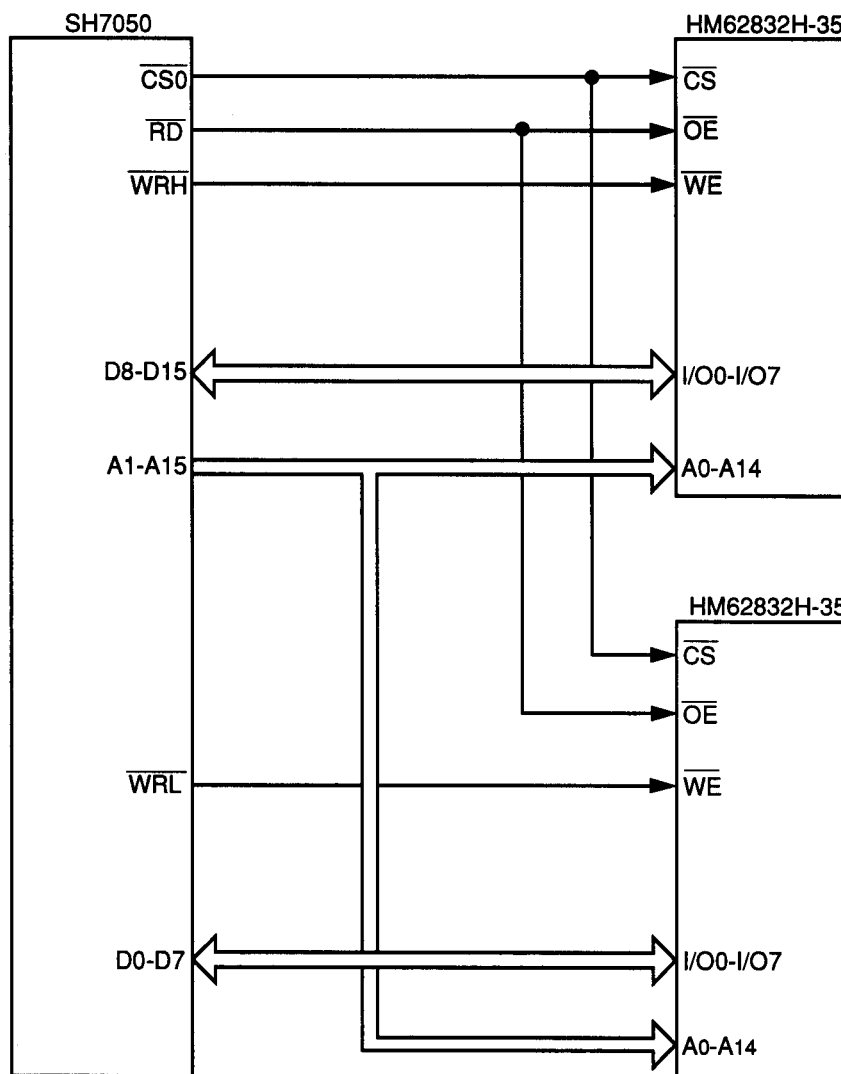

図1 SH7050およびHM62832H-35 接続ブロック図
(1) 図1に示すように、SH7050のモード2(内蔵ROM有効拡張モード)により、256kビット(32k×8ビット) SRAM(HM62832H-35) 2個とのインタフェースを行います。